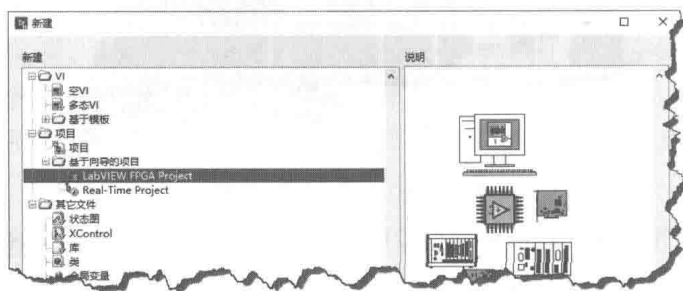

图 17-2 开始创建 FPGA 项目
step 1 开始创建 FPGA 项目。从 LabVIEW 启动界面选择“Lab VIEW FPGA Project”,单击“开始”按钮,进入下一界面,如图 17-2 所示。